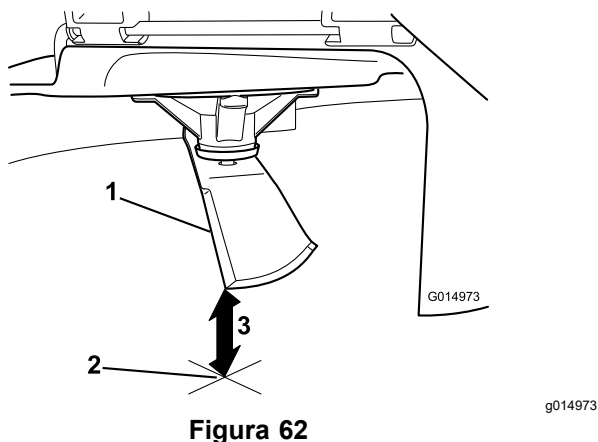

Figura 62
5. Meça da ponta da lâmina até à superfície plana (Figura 62).